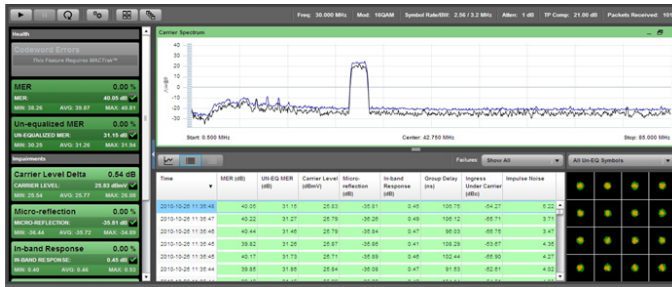

图 26. 分析分支器
如图 26 所示，射频 (RF) 路径中的第一个调制解调器从用户分支器进行验证，确定在工作开始前是良好的，这表明问题位于分支器下端。